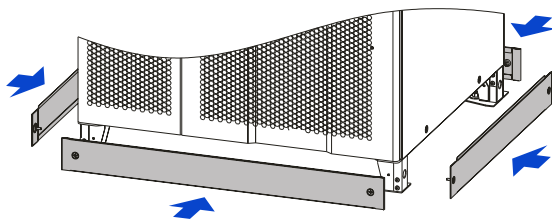

Figura 3-16 Instalación de las cubiertas inferiores
5. Retire las cubiertas inferiores y, con los tornillos M6 suministrados, instálelas en las partes frontal, posterior, izquierda y derecha, como se muestra en la figura 3-16. (Aquí, se utiliza el UPS-IND HF 13400 como ejemplo).